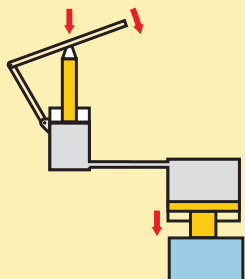

Figure 1: Principe de fonctionnement d'un dispositif de bridage hydraulique.
1.1 Dispositif de bridage hydraulique simple (Figure 1).
Un processus de bridage hydraulique consiste à utiliser les forces créées par un dispositif de bridage hydraulique pour maintenir une pièce à usiner. Un système de bridage hydraulique comprend les composants représentés dans la figure 1, laquelle montre la disposition de base et le principe de fonctionnement de l'ensemble avec un fluide hydraulique.